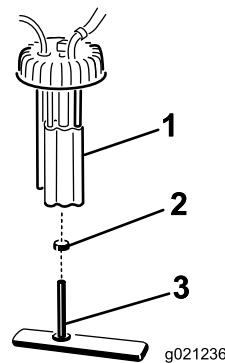

Figura 50
2. Desenchufe los conectores del arnés de cables de la bomba de combustible (Figura 50).
3. Retire el conjunto de la bomba de combustible y el filtro de combustible del depósito (Figura 50).
combustible. Retire el tubo del acoplamiento (Figura 50).